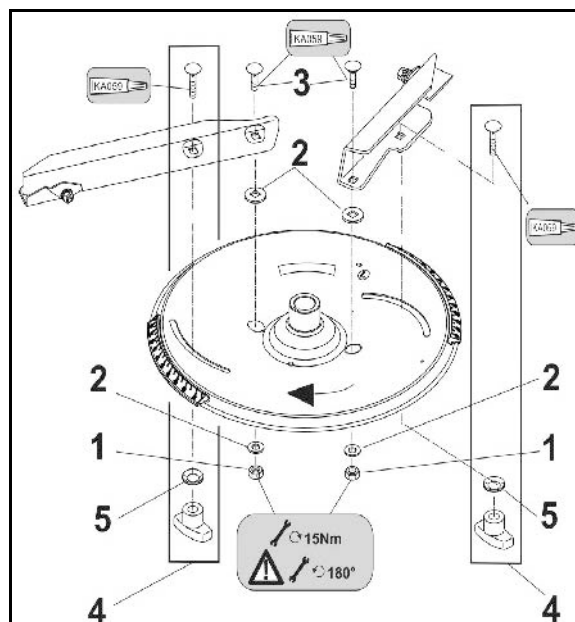

Bild 90
- 6 Skruvarna till vägningscellen (Bild 90/1)